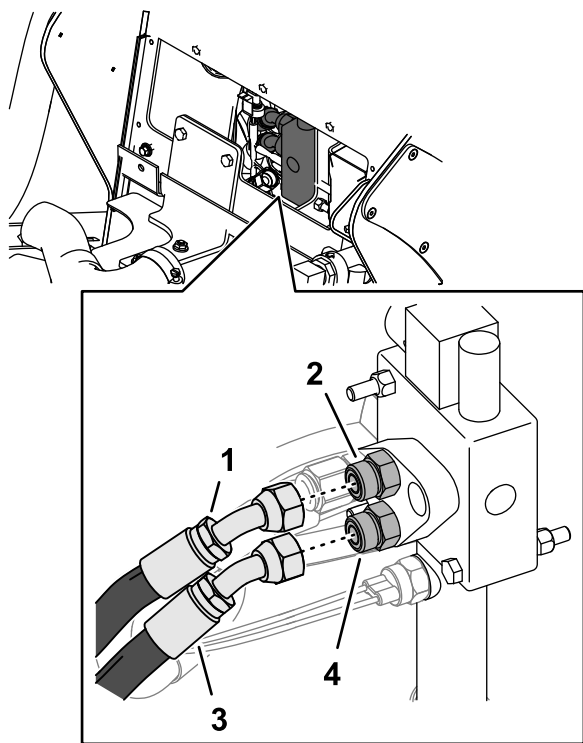

Figura 9
1. Marque la manguera de carga superior con “Puerto B” y retire la manguera del acoplamiento de la válvula auxiliar (Figura 9).